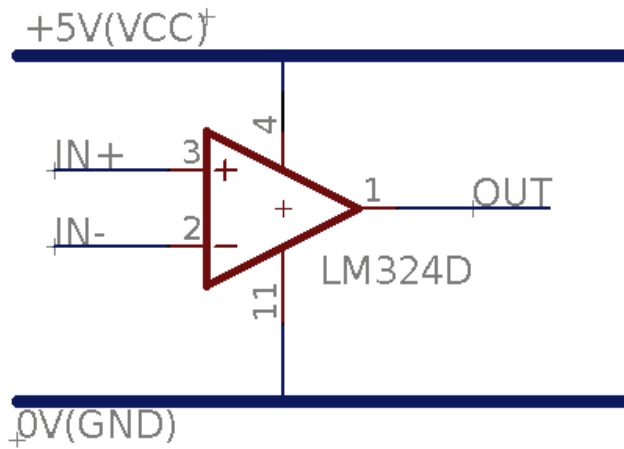

Figura 2.3: Montaje de un amplificador operacional LM324 en lazo abierto.
1. Monte el LM324 ² sobre el protoboard tal como se ilustra en la Figura 2.3 y use uno de los operacionales en lazo abierto para completar la tabla 2.1